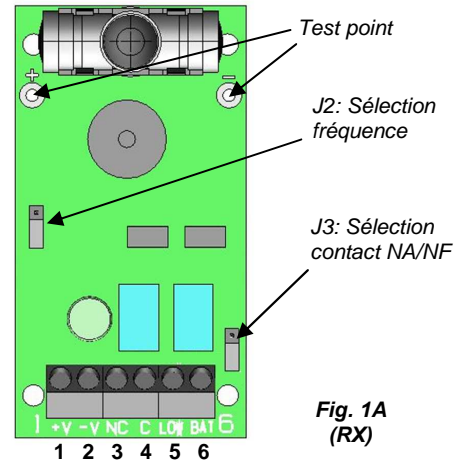

Fig. 1A
- Choisir la même fréquence de fonctionnement sur le récepteur et sur l'émetteur à l'aide des cavaliers prévus à cet effet (J2, fig. 1A et 1B):
- Mesurer avec un voltmètre, configuré pour la mesure de tension alternative, la valeur présente sur les points de test du récepteur (fig. 1A). Cette valeur varie en fonction de différents paramètres, dont la distance entre les photocellules. Plus la valeur de la tension sur le point de test est élevée, meilleur est l'alignement. La mesure optimale doit toujours être comprise entre 0,5 et 0,6 VAC.